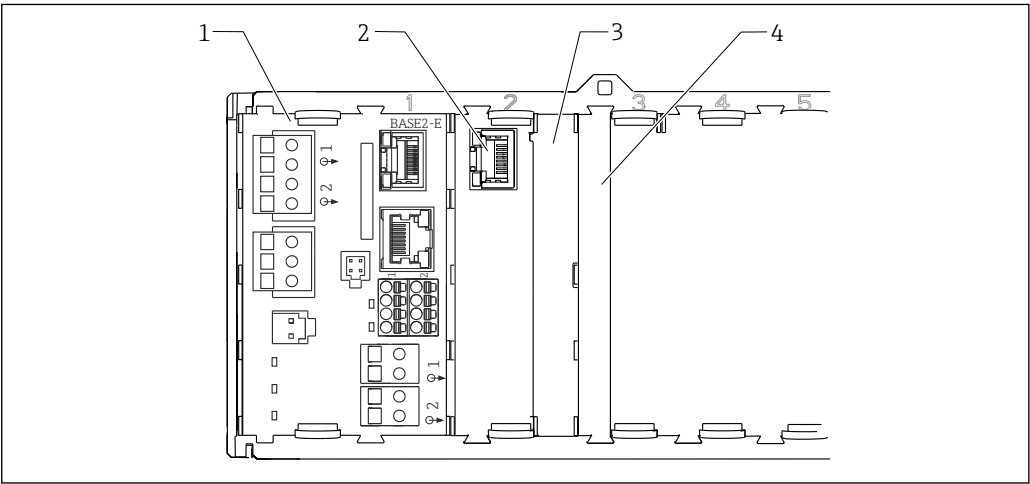

图 23 控制器外壳内的接线腔
- ▶ 插槽未全部使用时，对于**非防爆型**设备：必须在最后一个模块右侧的 → 图 23, 图 29)。这样才能保证设备不受冲击影响。